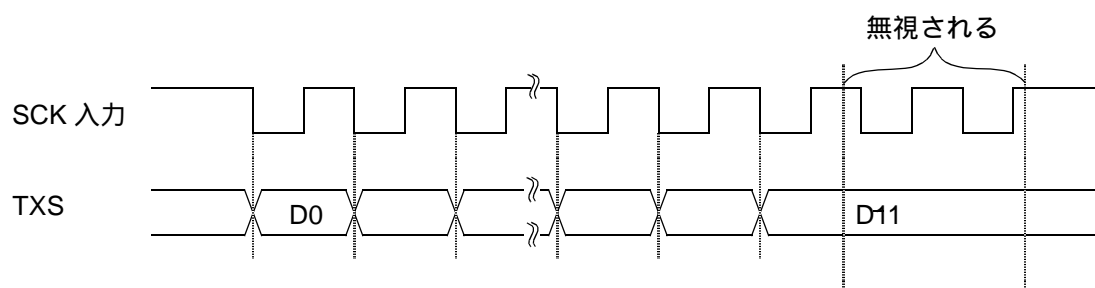

図 10-8 必要以上に入力される外部シリアルクロックの例(送信時)
- ・ 外部シリアルクロック選択時に必要パルス数を越えて、入力されるシリアルクロックは無視されます（図 10-8）。